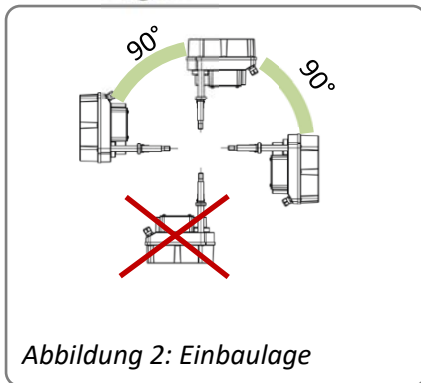

Abbildung 2: Einbaulage
- Die Antriebe müssen mit ausreichendem Freiraum zum Abnehmen der Haube eingebaut werden (*Abbildung 1*). Die Einbaulage ist beliebig mit Ausnahme „Haube nach unten“ (*Abbildung 2*).